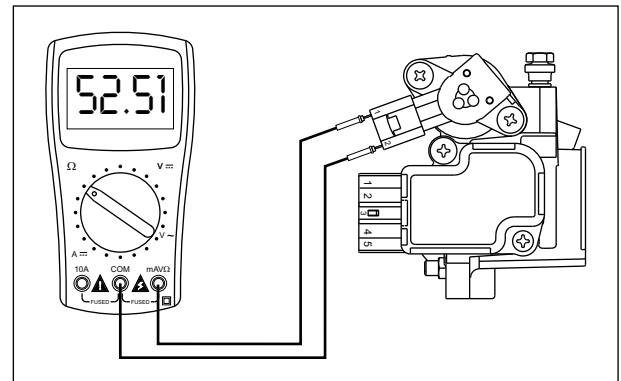

Fig. 5.26
- Desconecte cuidadosamente o conector da IAS e meça a resistência entre os terminais 1 e 2 da IAS, conforme mostrado. (Fig. 5.26)